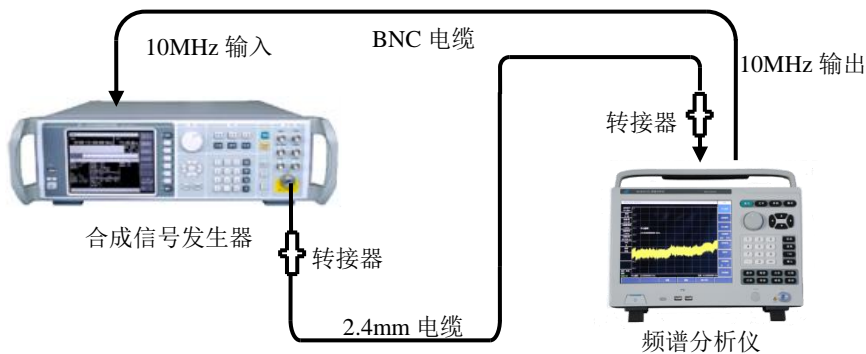

图 11-5 分辨率带宽准确度测试设置
- 1) 如图 11-5 连接测试仪器。频谱分析仪为信号发生器提供频率参考。